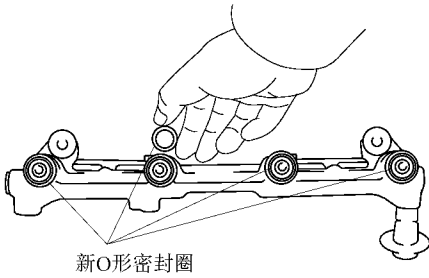

图 2-107 将新形密封圈装到出油管上
- 1) 将新 O 形密封圈装到出油管上，如图 2-107 所示。